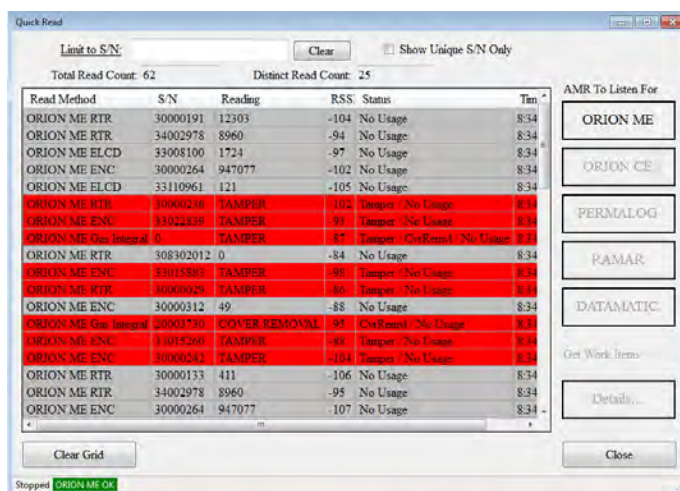

Figura 38: Resultados de lectura rápida
*Resultado: Se muestran las lecturas rápidas de medidores con AMR To Listen For seleccionada dentro del alcance del transceptor y/o receptor móvil (Figura 38).*